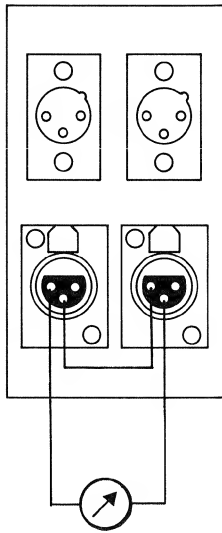

Fig. 3.2.—4
3. Connect AF millivoltmeter to line output channel 1 (16), and then to line output channel 2 (36). With the corresponding controls TREBLE/FAST (2)/(22) (modules REPROD AMP), pre-adjust to identical output levels.
4. Connect the AF millivoltmeter to the two line outputs of channel 1 (16) and channel 2 (36) CH I and CH II) so they are in opposite phase, fig. 3.2.-2.
5. Align reproduce head with azimuth adjustment screw (18) to give a minimum reading. Make a note of this difference in level P_d (dB).
6. Tonfrequenz-Millivoltmeter gleichphasig an die beiden Leitungs-Ausgänge Kanal 1 (16) und Kanal 2 (36) (CH I + CH II) gemäss Fig. 3.2.—4 anschliessen.
8. Für die Ermittlung der Phasenwinkeldifferenz gemäss Fig. 3.2.—3 ist die Pegeldifferenz $P_S - P_D$ zu bilden. Die vorhandene Phasenwinkeldifferenz kann aus dieser Kurve herausgelesen werden.